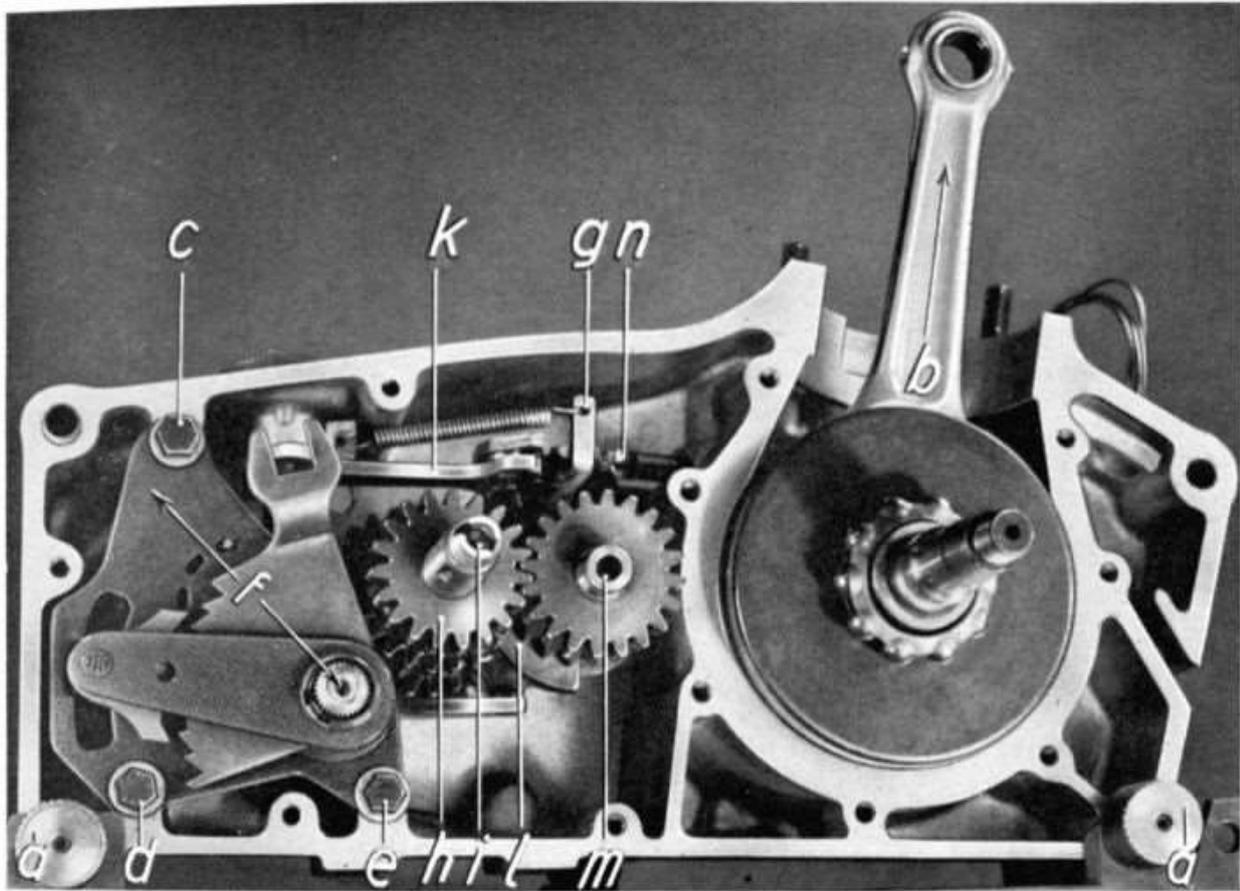

BILD 24
Beide Gehäuse-Mittelteile aus dem Aufspannwinkel herausnehmen und das losgeschraubte rechte Gehäuse-Mittelteil von dem linken Mittelteil abheben. (Siehe Bild 24.)
1. **Linkes Gehäuse-Mittelteil** in den Aufnahmewinkel nehmen und mit den beiden Schraubenbolzen, Distanzbüchsen und Flügelmuttern (Bild 24) befestigen.